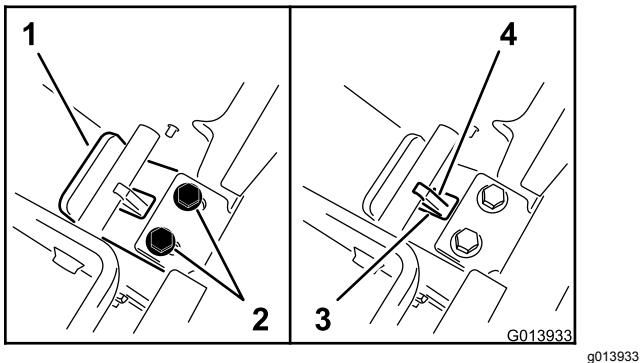

Figura 20
5. Continuando ad esercitare pressione sulla contropiasta, fate scorrere l'aletta verso di voi finché il bordo della piastra dell'aletta non si troverà a contatto con la traversa (Figura 20).